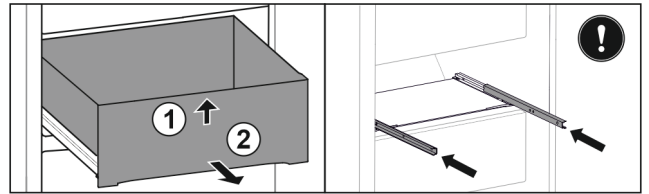

Fig. 113
- ▶ Sollevare il cassetto dal davanti. Fig. 113 (1)
- ▶ Rimuovere il cassetto tirandolo in avanti. Fig. 113 (2)